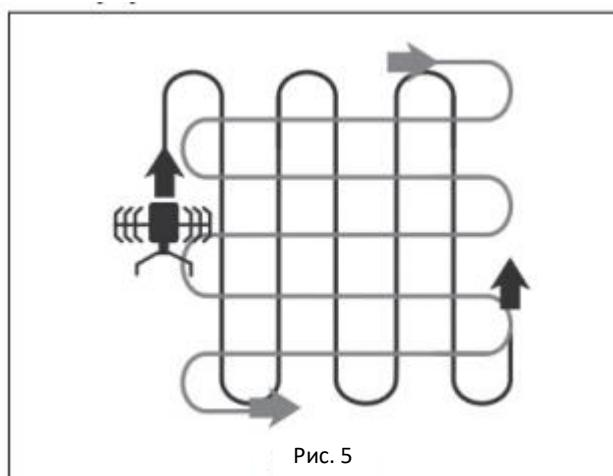

Рис. 5
- Обрабатывайте почву рядами, слегка перекрывающими друг друга. Для наиболее эффективной обработки почвы следуйте схеме, указанной на рис. 5. Начните с перемещения культиватора + культиватора вверх и вниз по вертикальным линиям, затем работайте горизонтально слева направо. Это позволит сохранить ровные ряды и следить за тем, чтобы вся земля была обработана.